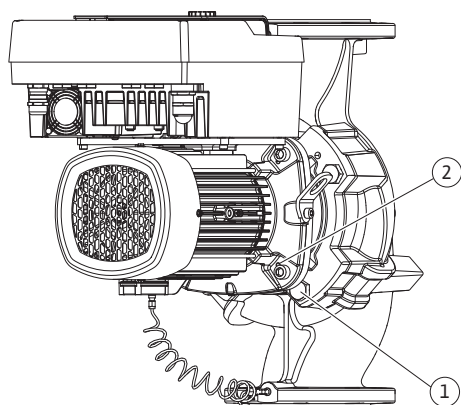

Fig. 104: Insteekset er via draadboringen af-drukken (afhankelijk van het pomptype)
22. Met het verwijderen van de schroeven (Fig. II, pos. 10) wordt ook de verschildruksensor losgemaakt van de motorflens. Laat de verschildruksensor (Fig. I, pos. 8) met fixatieplaatje (Fig. I, pos. 13) aan de drukmeetleidingen (Fig. I, pos. 7) hangen. Koppel de aansluitkabel van de verschildruksensor in de electronicamodule los.
23. Druk de insteekset los van het pomphuis. Gebruik daarvoor de twee draadboringen (zie Fig. 104, pos. 1).
31. Verwijder de insteekset (zie hoofdstuk „Beschrijving van de pomp”) door de flens-schroeven (Fig. I/III, pos. 29) van het pomphuis los te draaien.
32. Met het verwijderen van de bouten (Fig. I/III, pos. 29) wordt ook de verschildruksensor losgemaakt van de motorflens. Laat de verschildruksensor (Fig. I, pos. 8) met fixatie-plaatje (Fig. I, pos. 13) aan de drukmeetleidingen (Fig. I, pos. 7) hangen. Maak de aansluitkabel van de verschildruksensor in de elektronicamodule of aan de steekverbinding los en trek de kabel los.
33. Gebruik de twee draadboringen (Fig. 104, pos. 1) die ernaast liggen om de insteekset van het pomphuis af te duwen en gebruik geschikte bouten (bijv. M10 x 25 mm, niet inbegrepen).
34. Breng een steeksleutel (SW 32 mm) in het lantaarnvenster in (Fig. III, pos. 38) en houd de as bij de sleutelvlakken vast. Draai de waaiermoer (Fig. III, pos. 22) los. Verwijder de eronder liggende ringen (Fig. III, pos. 23) en trek de waaier (Fig. III, pos. 21) van de pompas. Demonteer de vlakke spie (Fig. III, pos. 37).
35. Trek de mechanische afdichting (Fig. III, pos. 25) en de afstandsring (Fig. III, pos. 20) los.
36. Verwijder de tegenring (Fig. III, pos. 26) van de mechanische afdichting uit de zitting van het lantaarnstuk.